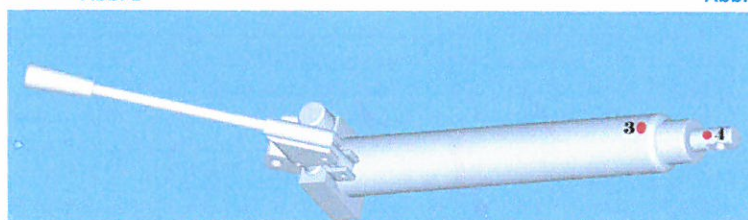

Abb. 3
5. Entfernen Sie die Entlüftungskappe mit dem Ölbehälter Pos. 3 auf Abbildung 3 und die Entlüftungsschraube Pos. 4 auf Abbildung 3. Entfernen Sie diese vollständig.
8. Wenn das Öl stoppt fließen, bitte den Pumpenzylinder wenden und die Kolbenstange nach unten zeigen und einfach das restliche Öl von der Kolbenstange aus von dem Entlüftungsloch pos. 4 fließen lassen.